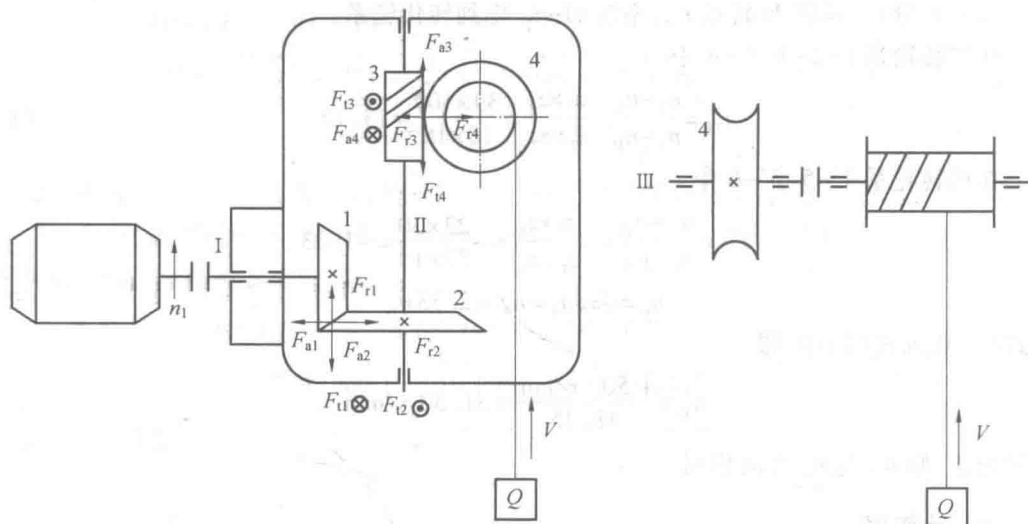

图 19
1. 如图 19 所示的蜗轮蜗杆啮合处。(注:一对径向力判断正确的 1 分;其余每个力标识正确得 1 分)